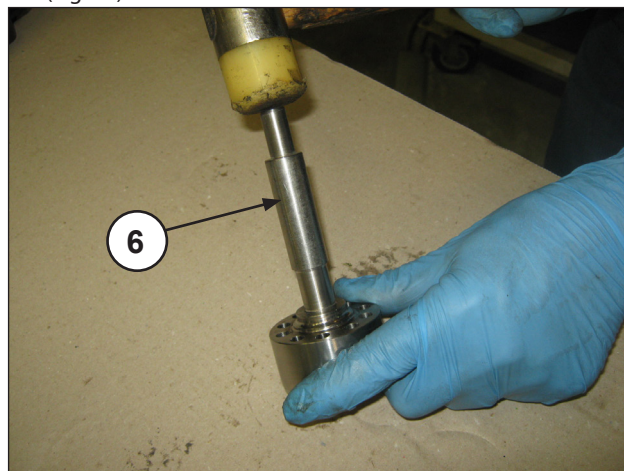
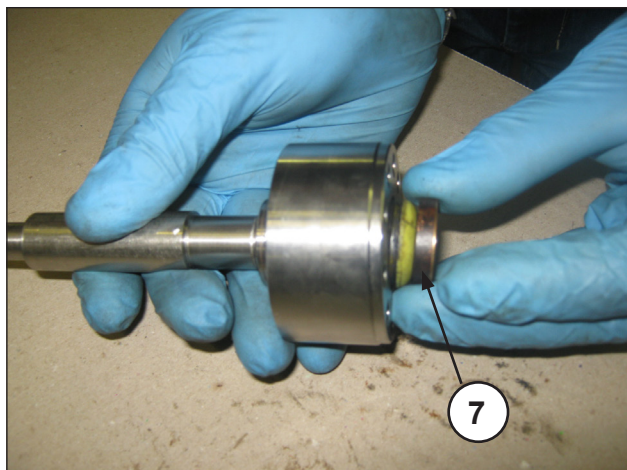

Fig. 36
Fig. 37
- Col supporto guarnizioni HP separato e con una apposita spina (pos. ⑥ Fig. 36) fare fuoriuscire il pacco di H.P. (alta pressione) (pos. ⑦ Fig. 37), estrarre infine l'anello di testa (Fig. 38).